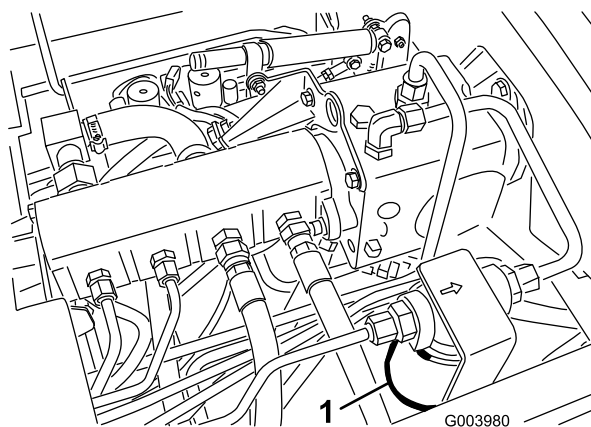
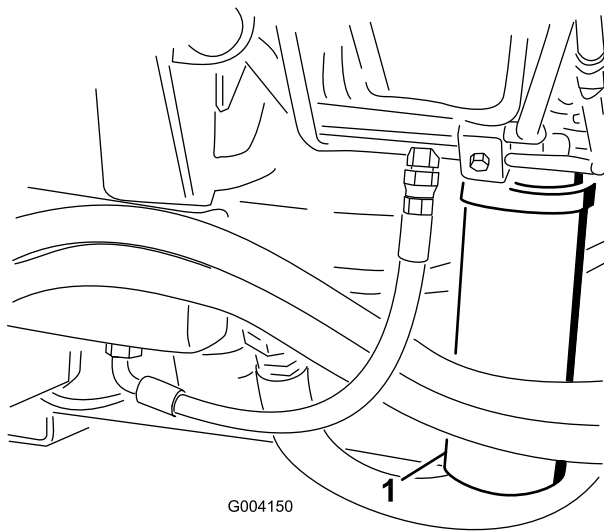

Bild 69
Bild 70
2. Reinigen Sie den Bereich um den Filterbefestigungsbereich und stellen eine Auffangwanne unter den Filter (Bild 69) und (Bild 70).